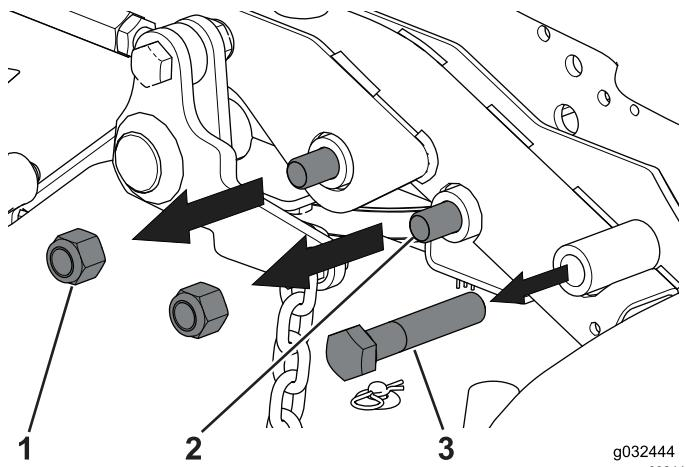
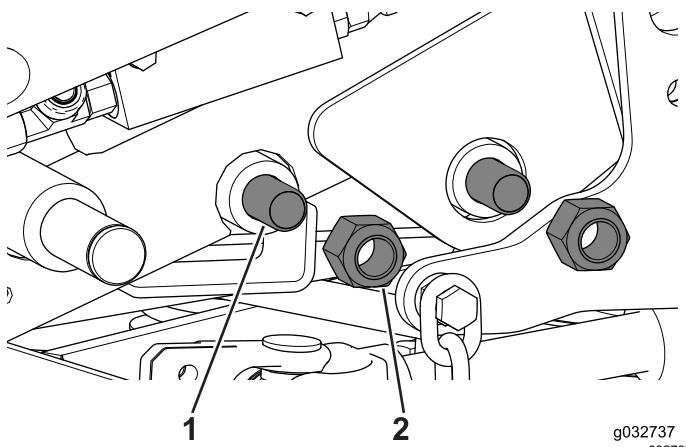

Bild 57
Bild 58
7. Entfernen Sie die Sicherungsmuttern und Schrauben, mit denen der Sommerrahmen am Maschinenrahmen befestigt ist (Bild 57 und Bild 58).